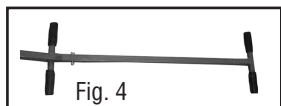

Fig. 4
10. Glissez le crochet de la pince (n° 4) sur le boulon (voir la fig. 4).